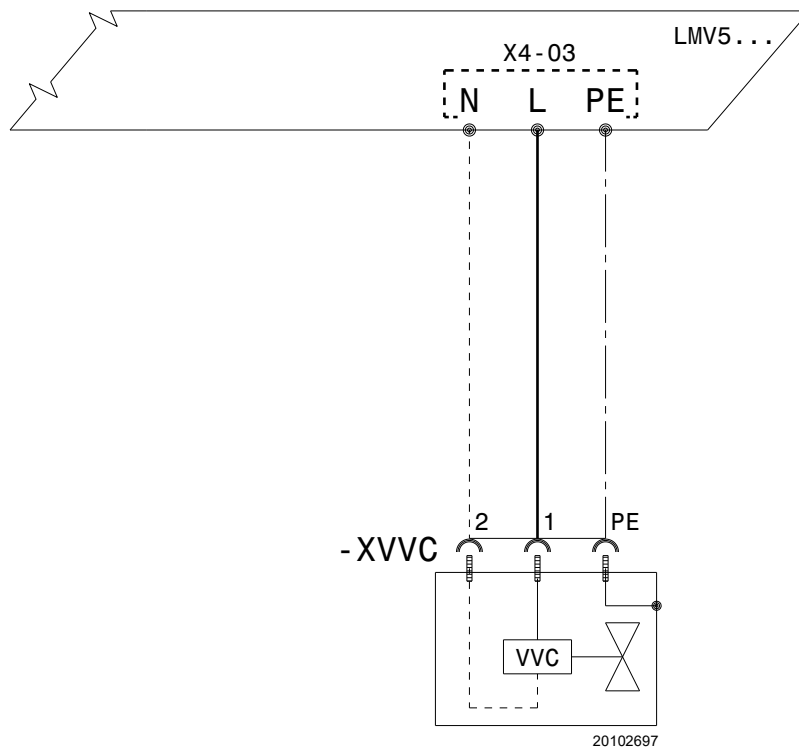

Fig. 8
Per i collegamenti elettrici procedere come segue (Fig. 8):
- Collegare l'alimentazione della valvola tramite il collegamento, fornito a corredo del kit, ai morsetti del connettore X4-03 del controllo fiamma LMV5... (Fig. 8);